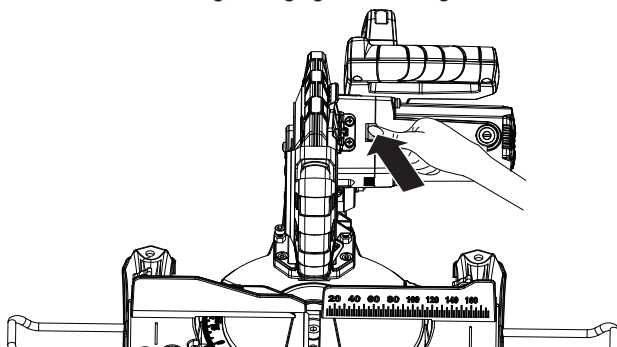

Figure 17
3. SPINDLE LOCK BUTTON (SEE FIG. 17)